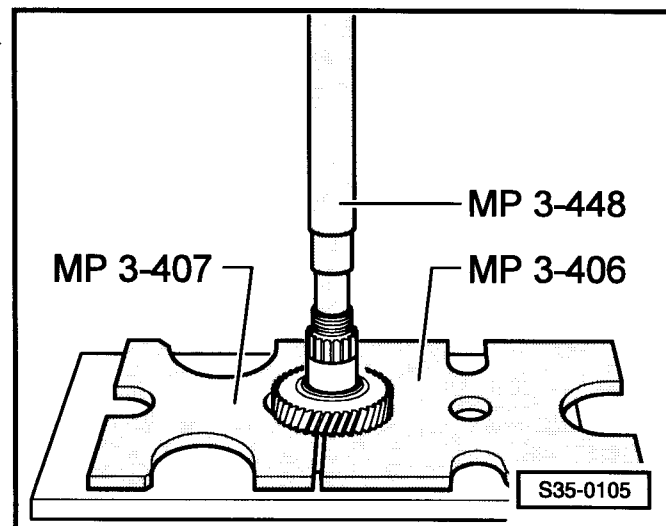

Рис. 4: Снятие шестерни для 3-ей передачи
- снятие ⇒ рис. 4 в **35-1** страница 4